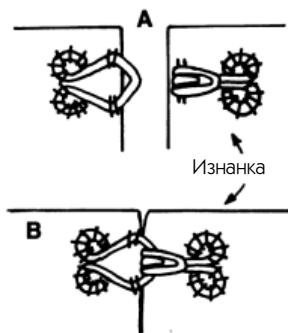

Рис. 286
На рис. 286 изображен обычный маленький крючок, использующийся в самых разных случаях. Он бывает самых разных размеров.
2. Проденьте крючок в петлю и приблизьте друг к другу края пояса (пример В на рис. 286).